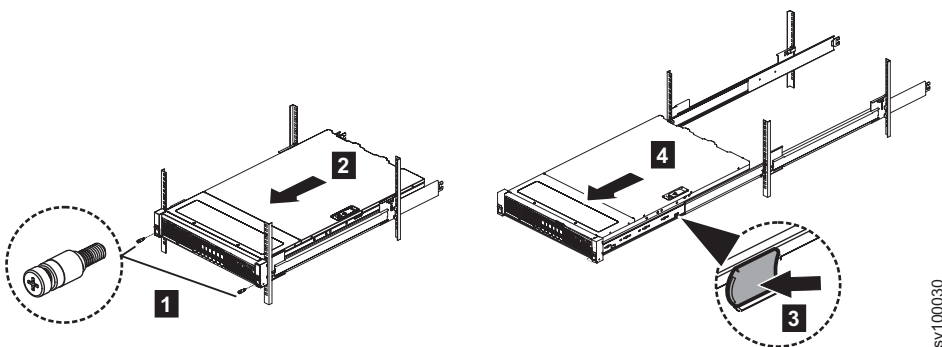

Figura 30. Remova o chassi do nó 2145-SV1 do rack
4. Para remover o chassi, conclua as etapas que são mostradas em Figura 30 na página 39